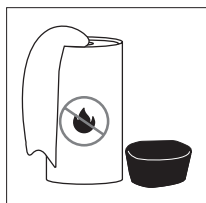

Fig. 13
2. Remova o filtro de espuma e lave-o em água morna e sabão neutro ou solvente não inflamável [Fig. 13].